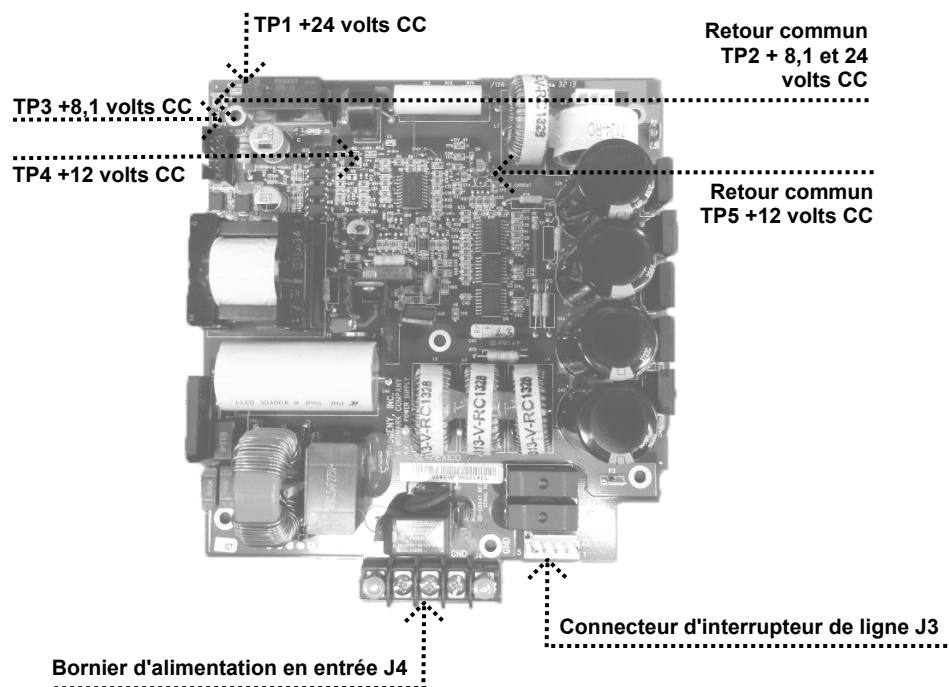

Figure 54
1. Sur la carte d'alimentation 30-08041, vérifiez que la tension au niveau du bornier d'alimentation en entrée J4 est comprise entre 100 et 230 volts CA, comme indiqué à la *Figure 54*. En cas d'absence de courant, vérifiez que le Preva est raccordé à une ligne électrique.
2. Sur la carte d'alimentation 30-08041, mesurez l'alimentation en entrée au niveau du connecteur d'interrupteur de ligne J3, comme illustré à la *Figure 54*. Les positions 2 et 4 transportent la tension de secteur avant l'interrupteur de ligne, et les positions 1 et 3 transportent la tension de secteur après celui-ci. La présence d'une tension mesurée à l'entrée de l'interrupteur, mais pas à la sortie, nécessite le remplacement de l'interrupteur de ligne E1-19000.
6. Sur la carte d'alimentation, utilisez TP2 comme point de test courant et vérifiez TP1 +24 VCC et TP3 8,1 VCC, comme illustré à la *Figure 54*. Utilisez ensuite TP5 comme retour commun pour vérifier la présence d'une tension de +12 VCC au niveau de TP4. Si l'une de ces tensions manque, remplacez la carte d'alimentation. Si toutes ces tensions sont présentes, vérifiez l'état du câble ruban reliant la carte d'alimentation et la carte logique. Si le câble ne présente aucune anomalie, remplacez la carte logique.